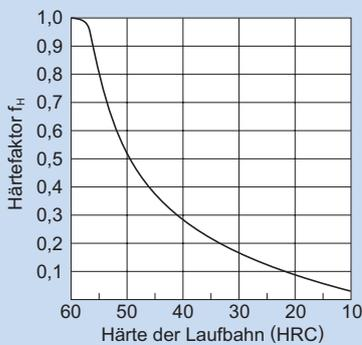

Abb. 1
- fH : Härtefaktor (siehe Abb. 1)